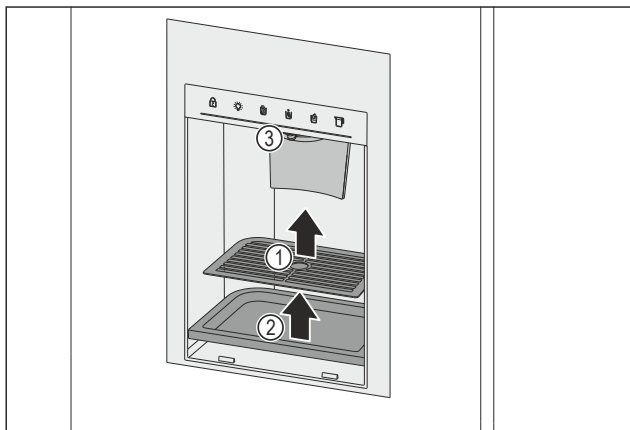

Fig. 159 Estrazione griglia antigoccia e vaschetta raccogli-gocce
- Rimuovere la griglia antigoccia Fig. 159 (1).
- Rimuovere la vaschetta raccogli-gocce Fig. 159 (2).
- Pulire lo scarico Fig. 159 (3) e l'area circostante utilizzando un panno morbido e pulito, acqua tiepida e del detergente.